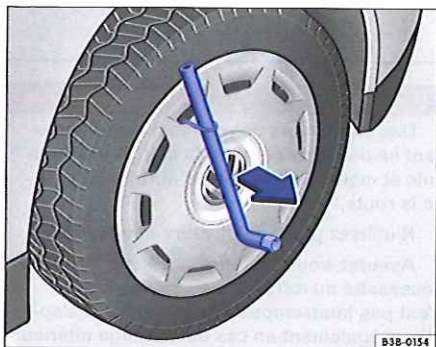

Fig. 221 Retrait de l'enjoliveur de roue plein
- Faites passer la clé démonte-roue à travers l'étrier métallique \Rightarrow fig. 221 et retirez l'enjoliveur de roue plein dans le sens de la flèche.